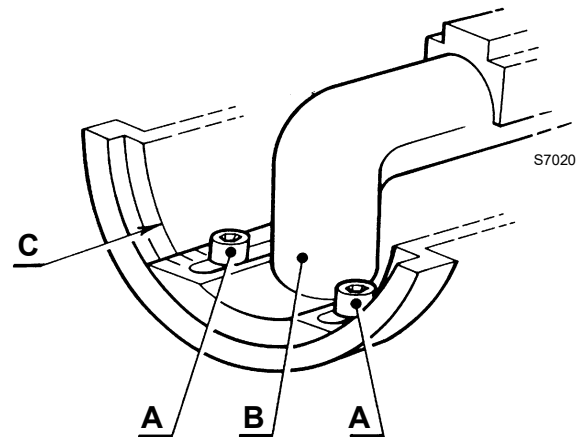

Abb. 9
- Die beiden Schrauben A)(Abb. 9) lösen, den Krümmer B) verschieben bis das Ende der Muffe C) mit der gewünschten Kerbe übereinstimmt;
- die beiden Schrauben A)(Abb. 9) lösen, ohne sie zu entfernen;